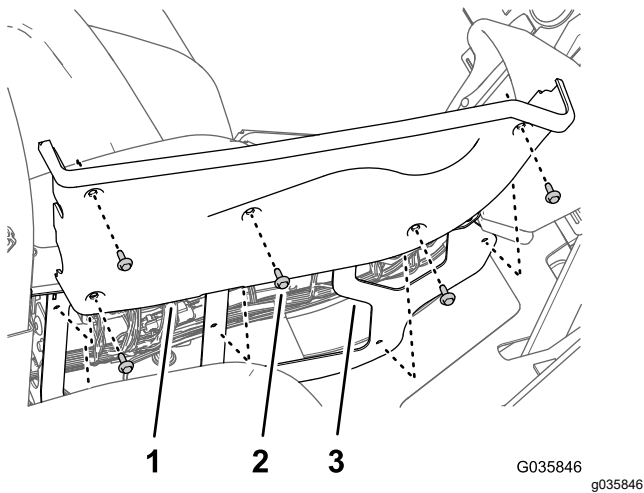

Figura 26
1. Retire los 5 pernos con arandela prensada ( $\frac{1}{4}$ " x  $\frac{3}{4}$ " ) que sujetan la cubierta a la derecha de la consola central (Figura 26).
2. Retire los interruptores basculantes de los controles de elevación de brazo izquierdo y derecho del panel de la consola central (Figura 26).
6. Alinee los taladros de la cubierta derecha con el bastidor de la consola central (Figura 26).
7. Fije la cubierta lateral en la consola central (Figura 26) con los 5 pernos con arandela prensada ( $\frac{1}{4}$ " x  $\frac{3}{4}$ " ) que retiró en el paso 1.